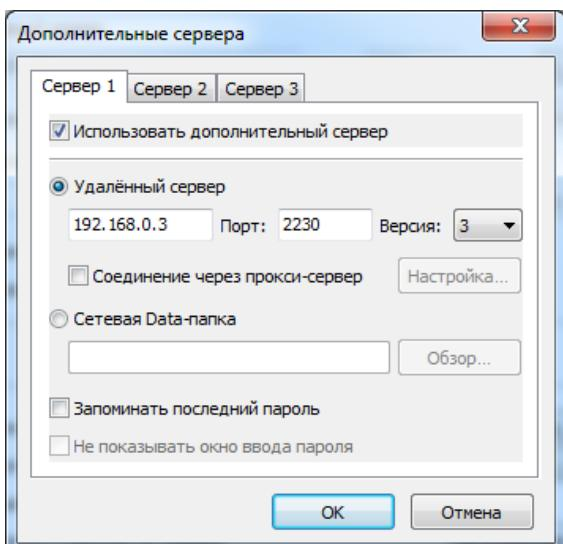

Рис.48 – Настройка дополнительного сервера.
- Если есть необходимость использования дополнительного сервера, нажмите кнопку **Дополнительный сервер**. Появится окно настройки дополнительного сервера (Рис.48).